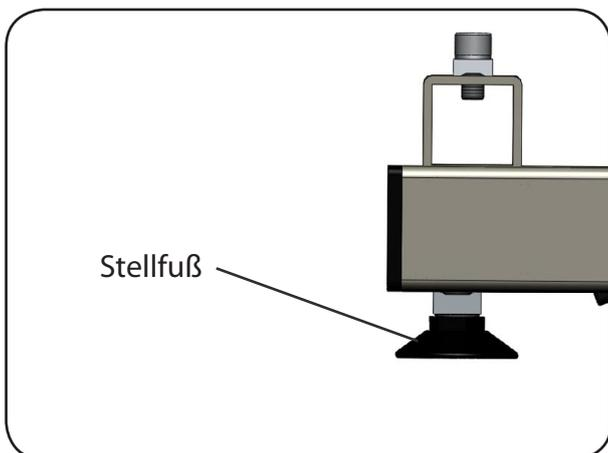

Abb. 6.8.02 - B4c Standard
5. Drehen Sie die vier Stellfüße aus dem Unterrahmen (Abbildung 6.8.02).